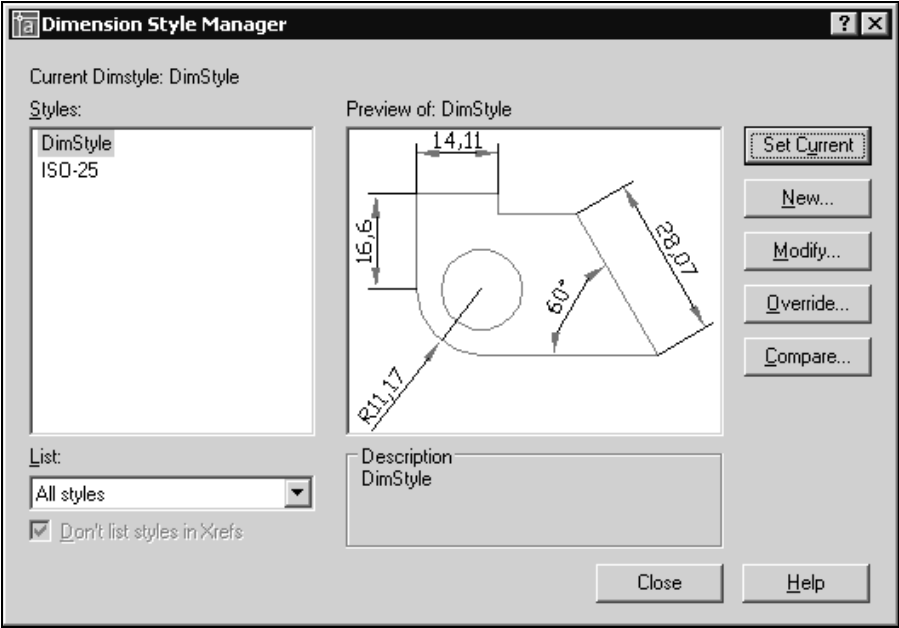

Рис. 10.4. Список размерных стилей, имеющих в рисунке
- Щелкните мышью на кнопке **OK** и выйдите в диалоговое окно **Dimension Style Manager** (Диспетчер размерных стилей). Теперь в списке **Style** (Стили) появится имя нового стиля DimStyle (рис. 10.4).